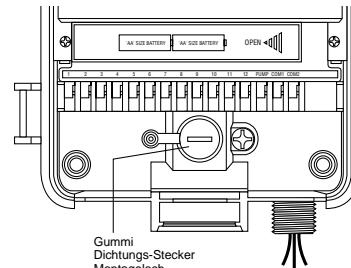

ABB. 20: Kabelanschlußfach des Steuergerätekastens
- Entfernen Sie den Gummi-Schutzstöpsel aus der Schraubenöffnung und schieben Sie eine Schraube der Größe 8 durch die Öffnung im Steuergerätekasten [siehe Abb. 20].
- Ziehen Sie die Schraube fest an, bis der Steuergerätekasten an der Wand festsitzt und setzen Sie dann den Gummistöpsel wieder in die Öffnung [siehe Abb. 20].